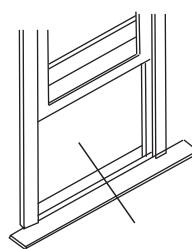

Fig.11
1. Abra la ventana y marque el centro del alféizar interior de la ventana como se muestra (Fig.11).